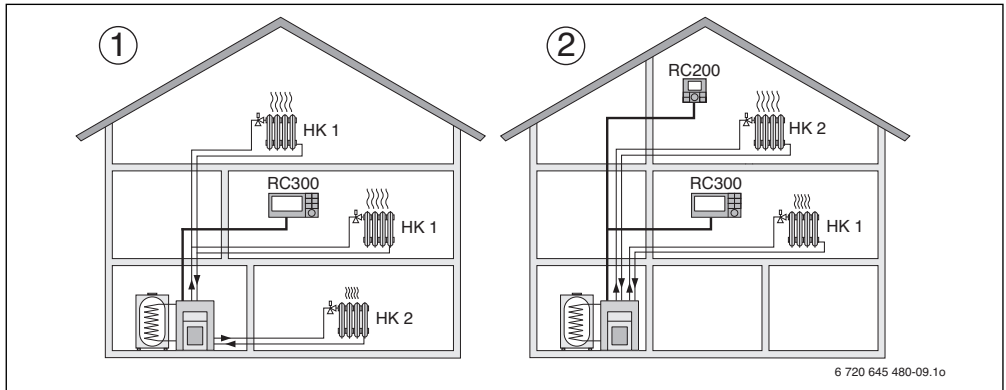

Рис. 1 Примеры отопительных систем с одним и с двумя отопительными контурами
- квартира в сочетании с мастерской (→ рис. 1, [1])
- дом со сдаваемой внаём квартирой с RC300 как регулятором и с RC200 как дистанционным управлением (RC300 устанавливается в контрольном помещении дома, RC200 - в контрольном помещении сдаваемой квартиры, → рис. 1, [2])